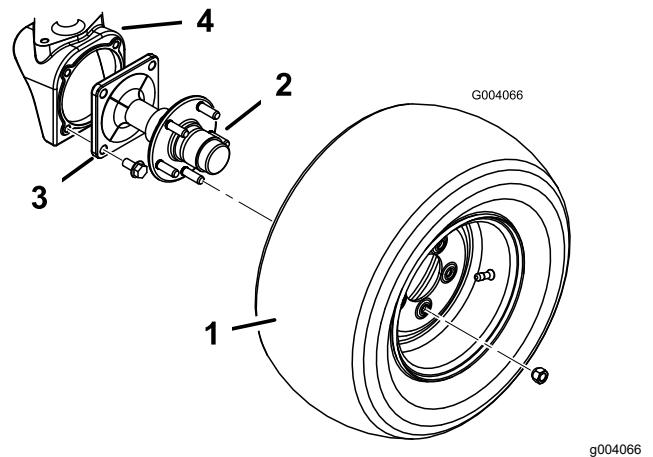

Bild 1
3. Entfernen Sie die Bundbolzen, mit denen jede Radachse am Radmotorkasten befestigt ist (Bild 1). Entfernen Sie die Radachsen. Die Radnabe muss nicht von der Radachse abgenommen werden.
2. Nehmen Sie die fünf Radhabenmuttern ab, mit denen das Hinterrad an der Radnabe befestigt ist (Bild 1). Nehmen Sie die Reifen ab.